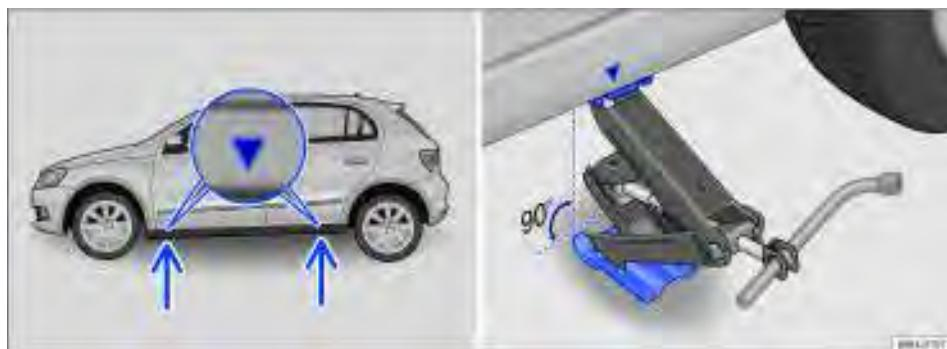

Fig. 162 Pontos de apoio do macaco e macaco posicionado no lado esquerdo traseiro do veículo.
A figura ⇒ Fig. 162 ilustra, como exemplo, os pontos de recepção do macaco do modelo Novo Gol 4 portas. O modelo Novo Gol 2 portas segue o mesmo conceito.
O macaco somente pode ser posicionado nos pontos de apoio indicados (marcação na carroceria) ⇒ Fig. 162. É válido o ponto de apoio localizado próximo à roda correspondente ⇒ ▲.
6. Procurar o ponto de apoio do macaco sob o veículo ⇒ Fig. 162, o qual se encontra mais próximo da roda a ser trocada.
8. Garantir que a base do macaco, com toda sua superfície, esteja sobre o chão e que a base se encontre perpendicularmente abaixo do ponto de colocação ⇒ Fig. 162.
9. Alinhar o macaco e, simultaneamente, levantar a garra do macaco até ela se encaixar na travessa debaixo do veículo ⇒ Fig. 162.
- Posicionar o macaco somente nos pontos indicados. A garra do macaco deve se encaixar no perfil da longarina de forma segura ⇒ Fig. 162.